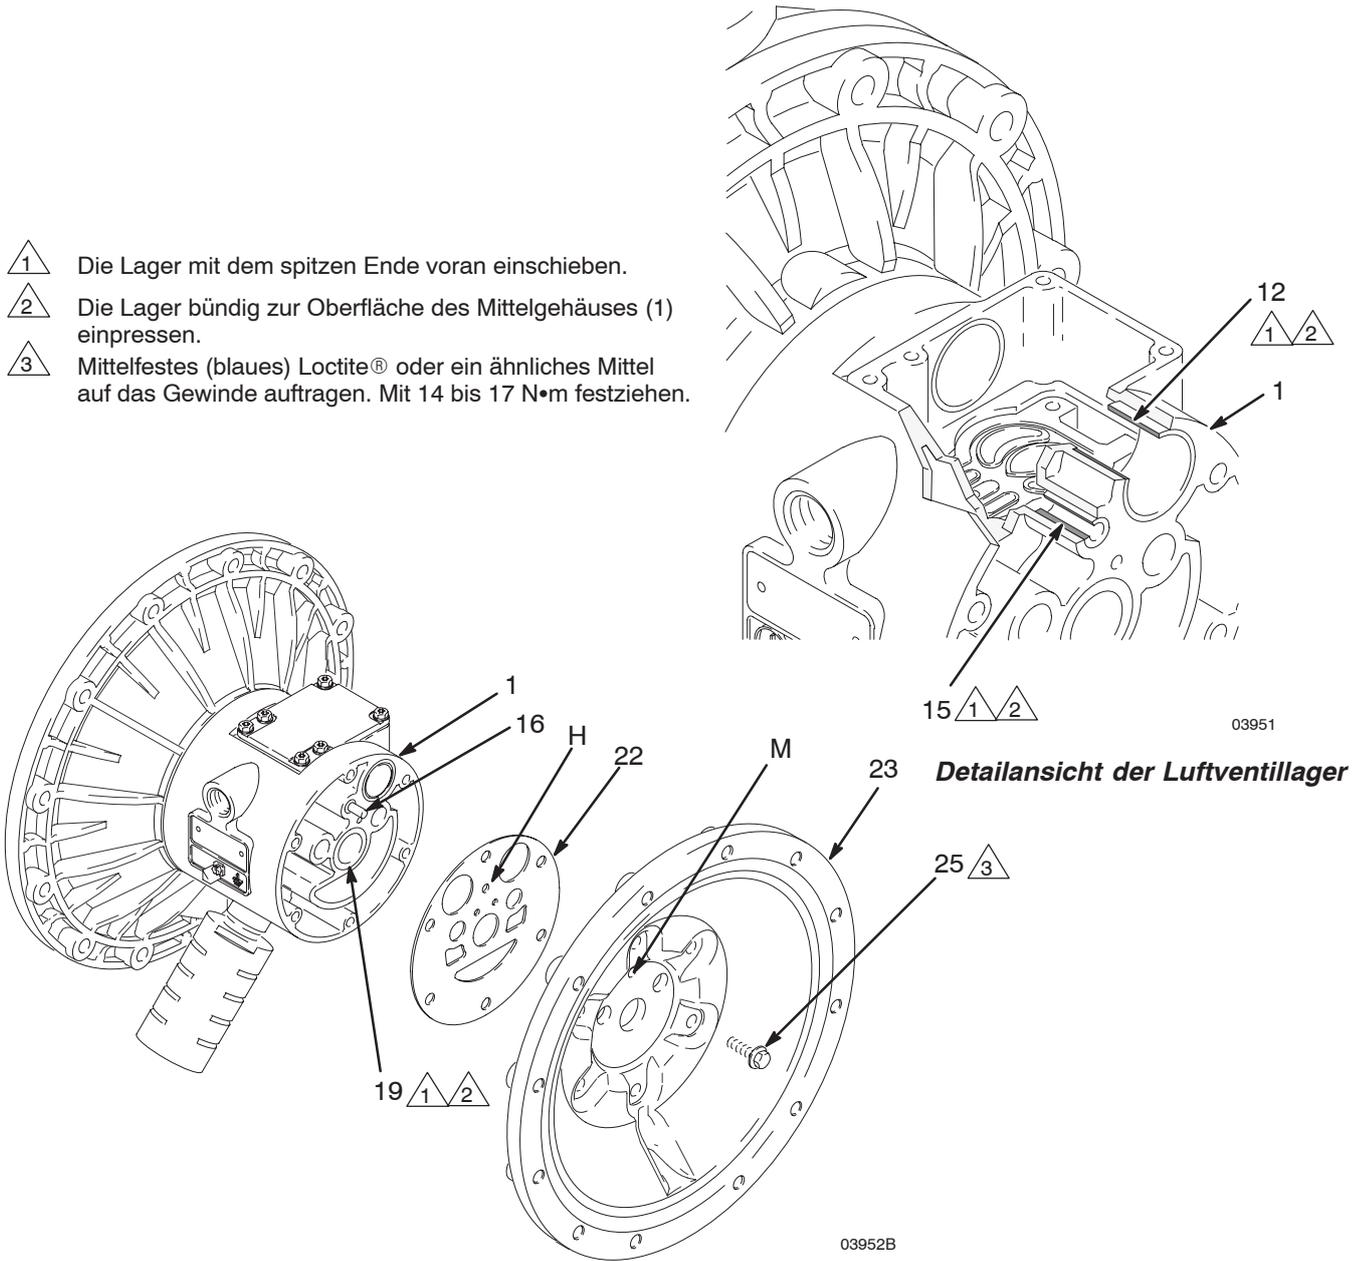

Abb. 13
5. Mit einem 10-mm-Steckschlüssel die Schrauben (25) lösen, mit denen die Luftdeckel (23) am zentralen Gehäuse (1) befestigt sind. Siehe Abb. 13.
6. Die Dichtungen vom Luftdeckel (22) entfernen. Die Dichtungen stets durch neue ersetzen.
7. Mit einem Lagerabzieher die Membranenwellenlager (19), Luftventillager (12) oder Führungsstiftlager (15) abziehen. Unbeschädigte Lager nicht ausbauen.
1. Die Wellenpackungen (402*), sofern ausgebaut, so einbauen, dass die Lippen nach **außen** aus dem Gehäuse zeigen (1).
2. Die Lager (19, 12 und 15) sind konisch und lassen sich nur in eine Richtung einbauen. Die Lager **mit dem spitzen Ende voran** ins zentrale Gehäuse (1) schieben. Mit einer Presse oder einem Holzhammer und Klotz das Lager bündig zur Oberfläche des Mittelgehäuses einpressen.
4. Die neue Dichtung der Luftdeckel (22) so ausrichten, dass der aus dem Mittelgehäuse (1) hervorstehende Führungsstift (16) durch die richtige Öffnung (H) in der Dichtung passt.
5. Die Luftabdeckung (23) so ausrichten, dass der Führungsstift (16) in die mittlere (M) der drei kleinen Öffnungen in der Nähe der Abdeckungsmittelpunkt passt. Die Schrauben fingerfest (25) eindrehen. Siehe Abb. 13. Mit einem 10-mm-Steckschlüssel die Schrauben entgegengesetzt und gleichmäßig auf ein Drehmoment von 14 bis 17 N•m anziehen.